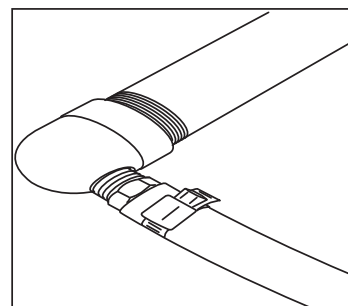

Figura 1.
1. Instale la manguera en la lengüeta de la bomba y asegúrela con la abrazadera de manguera que se proporciona. **Ver la Figura 1.**